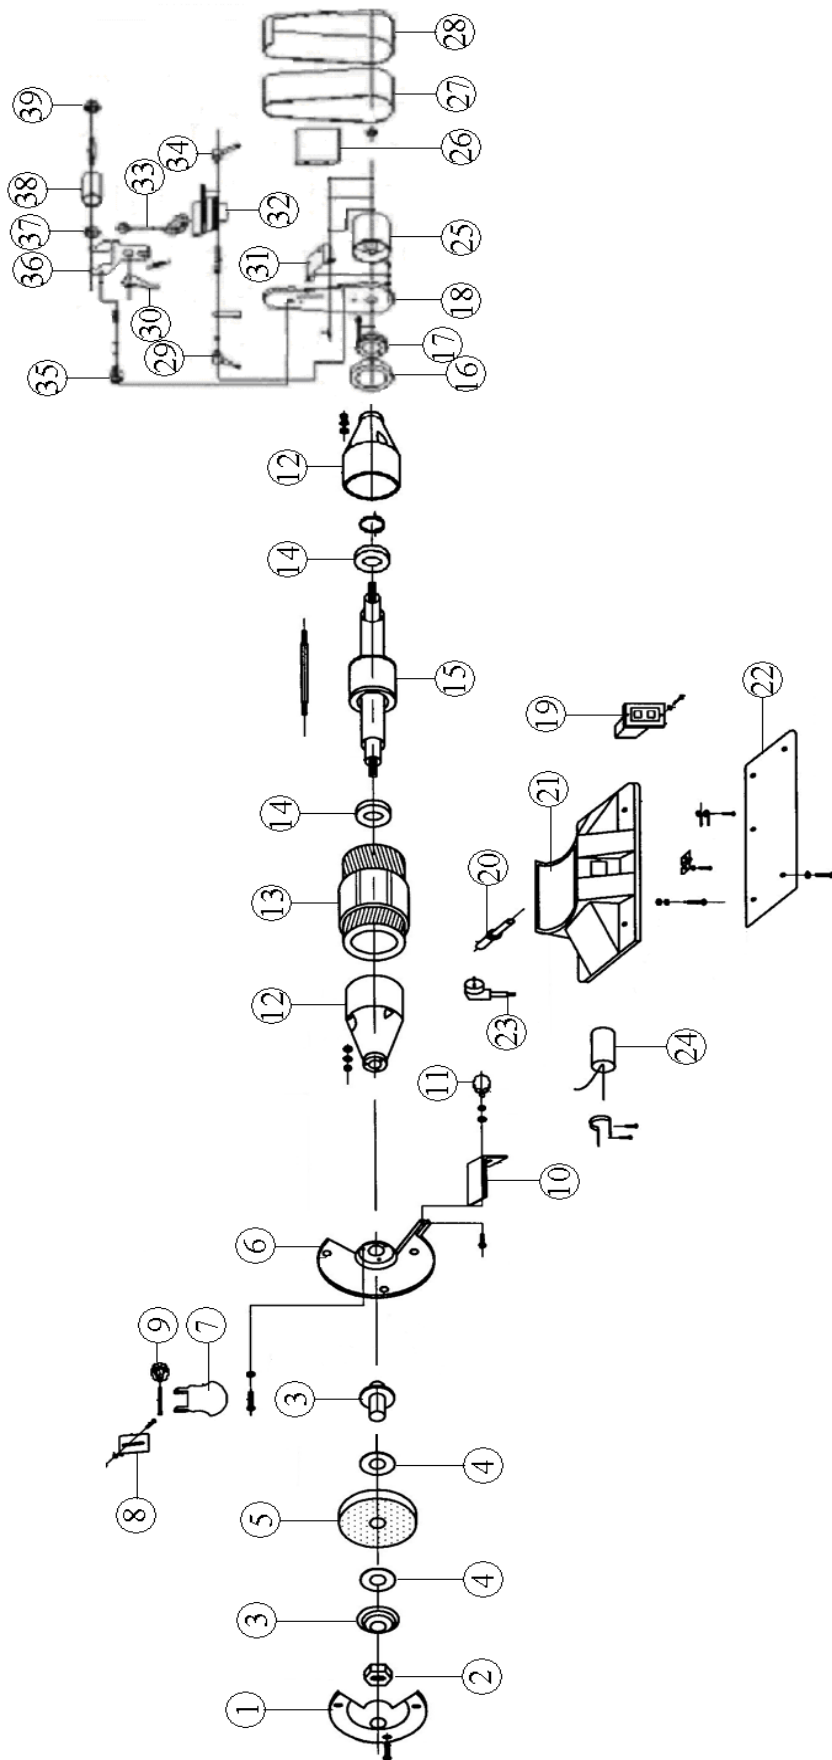

Figure 2
2. Démontez le pare-étincelles (8 fig.2) et le support d'outils (10 fig.2).
3. Démontez le carter extérieur de meule (1 fig.2) en dévissant les vis.
5. Dévisser l'écrou de meule (2 fig.2) avec une clé plate.
7. Démontez le flasque extérieur de meule (3 fig.2).
8. Remplacer la meule (5 fig.2) usagée par une meule neuve (s'assurer de la propreté des flasques et de l'arbre de montage avant de remonter une meule).